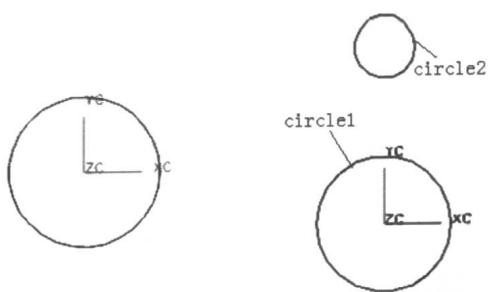

图 1-3 生成圆弧 2
(2) 用同样的方法以 $XC=0.0$ 、 $YC=52.0$ 、 $ZC=0.0$ 为圆心做一直径 $D=18\text{mm}$ 的圆 (circle2), 如图 1-3 所示。